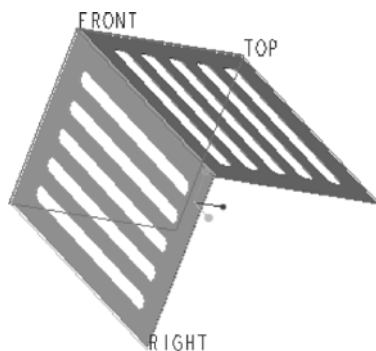

图 5-88 阵列结果
(1) 刚创建的一个钣金件切口特征处于被选中的状态, 从功能区的“模型”选项卡中单击“编辑”→  (阵列) 按钮, 打开“阵列”选项卡。
(2) 在“阵列”选项卡中选择阵列类型为“方向”。
(3) 在模型中选择 TOP 基准平面, 接着在“阵列”选项卡中单击  (反向第一方向) 按钮, 设置第一方向的阵列成员数为“5”, 第一方向的阵列成员间的间距为“50”。
(4) 在“阵列”选项卡中单击  (完成) 按钮, 得到的阵列结果如图 5-88 所示。